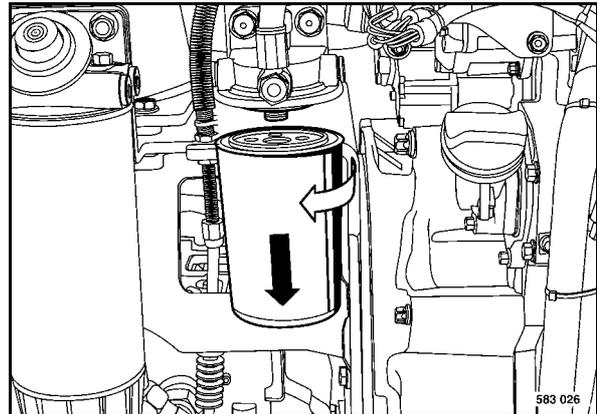

Рис. 161
- Ослабить фильтрующий элемент (Рис. 161) с помощью подходящего ленточного ключа и отвинтить его.